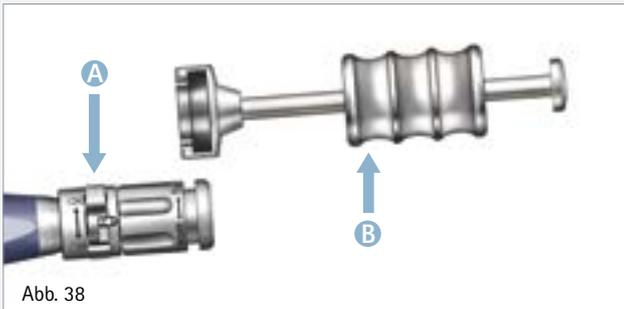

Abb. 38
Entnehmen des Probeimplantats (Abb. 38–39)
- Schlaghammer **B** auf Einsetzinstrument **A** montieren (Abb. 38).